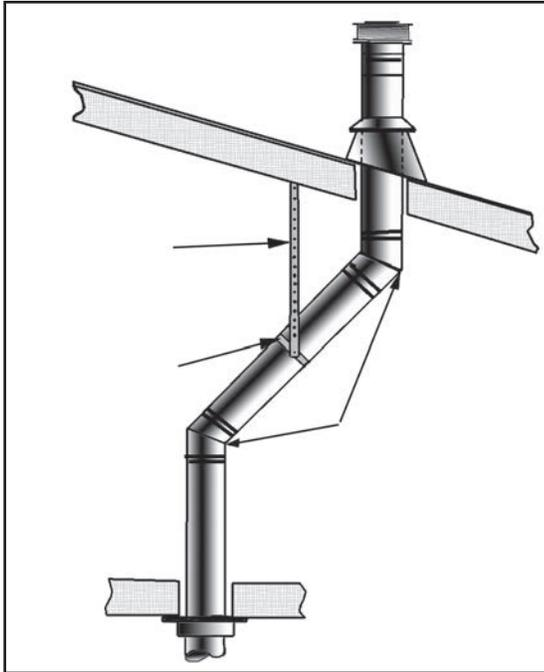

Figure 32: Utilisation de sangles murales.
- (a) Si un décalage est nécessaire dans le grenier pour éviter les obstructions, il est important de soutenir le tuyau d'évent tous les 3 pieds (91 cm), pour éviter une contrainte excessive sur les coudes, et une possible séparation. Des sangles murales sont disponibles à cet effet (voir Figure 32).